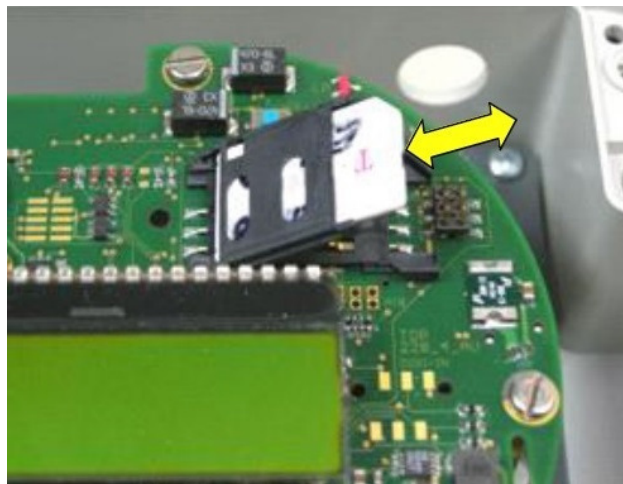

FIGURA 25. INSERCIÓN DE LA TARJETA SIM.
4. Introducir o retirar la tarjeta SIM tal y como se muestra en la figura 25.